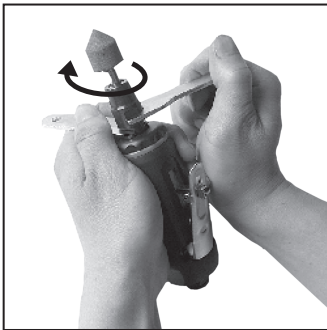

Рисунок 5 – Затягивание цангового зажима
4. Затяните цанговый зажим, закрутив фиксатор при помощи малого ключа по часовой стрелке, удерживая большим ключом опору цангового зажима. Убедитесь в том, что цанговый зажим и насадка надёжно зафиксирована в нём ровно без перекосов (рис. 5).